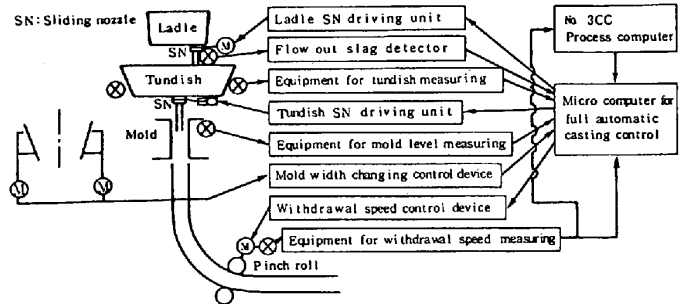

Fig.1 Configuration of full automatic casting control system
2. 完全自動鑄込制御システム 本システムは Fig. 1 に示すようにマイクロコンピュータとプロセスコンピュータを中心に構成している。コンピュータの制御項目を Table 1 に示す。